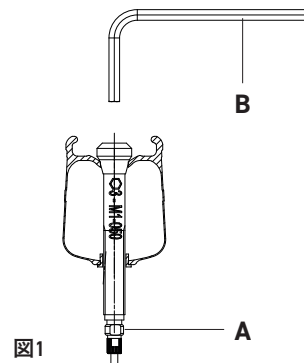

図1
- ロックナット (A - 図1) を手、またはプライヤーで固定し、3 mm の六角レンチ (B - 図1) でバルブを締め付けます。
- ・ タイヤの片側を、リムにあるビード座に差し込みます (図1)。